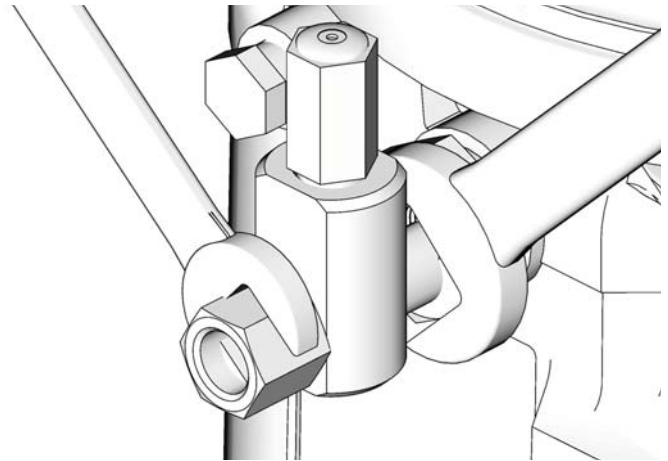

FIG. 15
1. Afloje el accesorio del elemento de bomba (FIG. 15).
3. Apriete el accesorio del elemento de bomba utilizando dos llaves que funcionen en direcciones opuestas (FIG. 15).